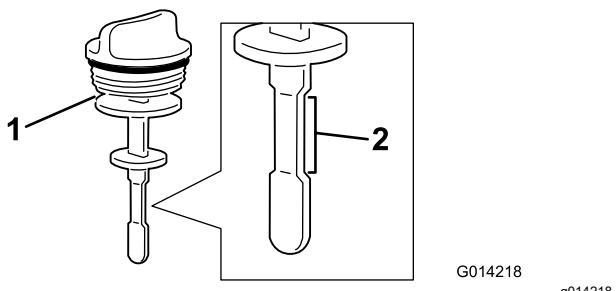

Figure 98
- Ressortez la jauge et vérifiez le niveau de liquide (Figure 98).